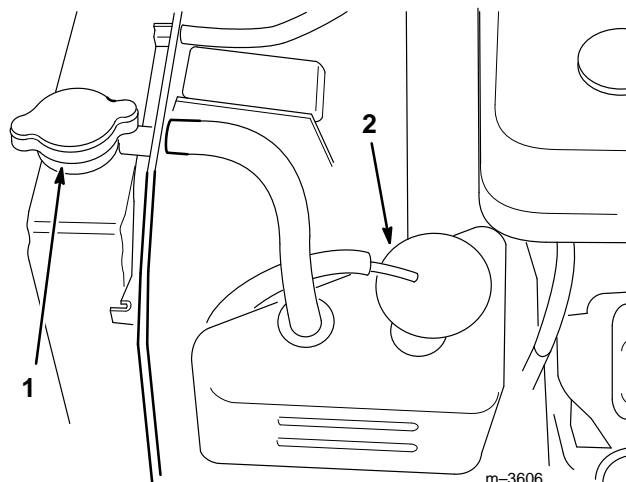

Figure 29
2. Retirer le bouchon du radiateur et ceux du vase d'expansion (Fig. 29).